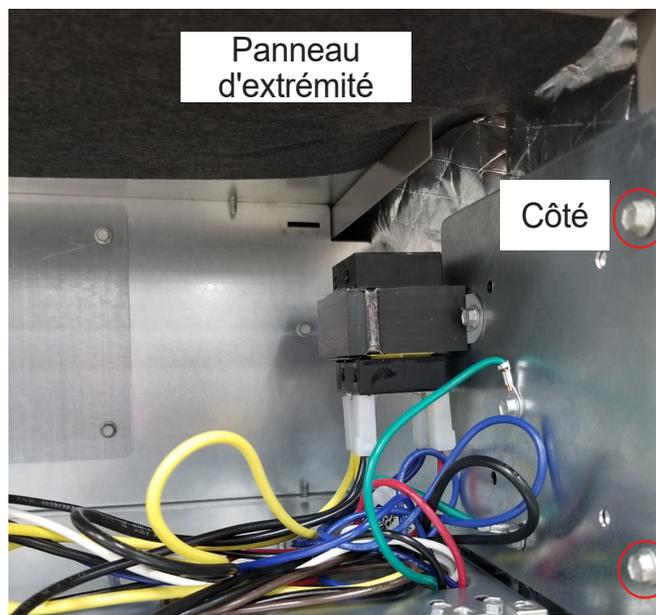

FIGURE 11. Connexions électriques (Configuration ascendante)
- 1 - Retirez les deux vis qui fixent le panneau du contrôleur à l'enceinte. Reportez-vous à la figure 11. Faites glisser le panneau vers l'extérieur.